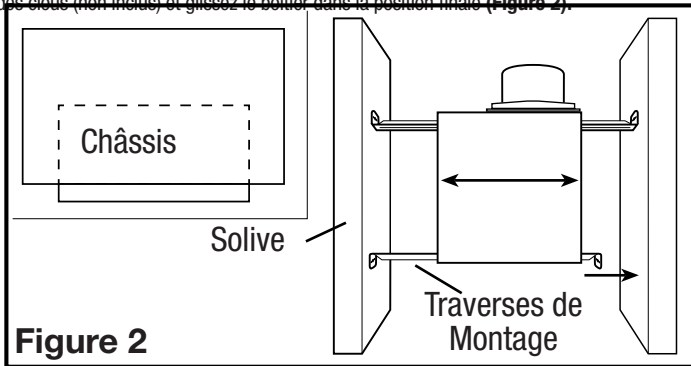
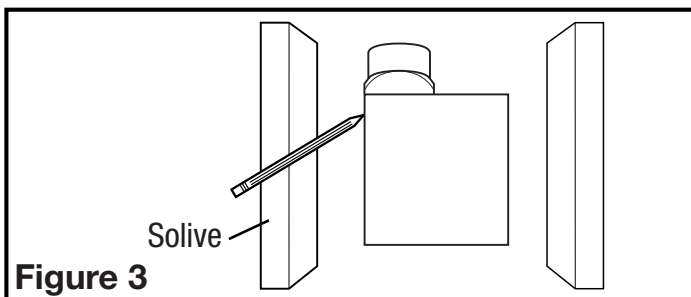

Figure 2
Figure 3
1. Installez les rails dans le canal de montage sur le boîtier. Centrez le canal de montage dans les fentes sur le boîtier, puis de l'intérieur du boîtier, serrez les vis montage de sorte que le canal soit bien en place. Placez le boîtier à côté de la solive. Aligner le châssis pour qu'il soit de niveau avec le plafond fini. Fixez les extrémités des rails aux solives avec des vis ou des clous (non inclus) et glissez le boîtier dans la position finale (Figure 2).
1. Placer le boîtier en place entre les solives et tracez un contour sur le matériel du plafond (Figure 3). Mettez le boîtier de côté et découpez l'ouverture, en faisant attention de ne pas couper ou endommager les installations électriques ou d'autres utilités masquées. Installez les rails dans le canal de montage sur le boîtier. Centrez le canal de montage dans les fentes sur le boîtier, puis de l'intérieur du boîtier serrez les vis de montage de sorte que le canal soit bien en place. Positionnez le boîtier dans le trou préalablement découpé de sorte qu'il soit aligné avec le plafond fini. Fixez les extrémités des rails aux solives (Figure 2).